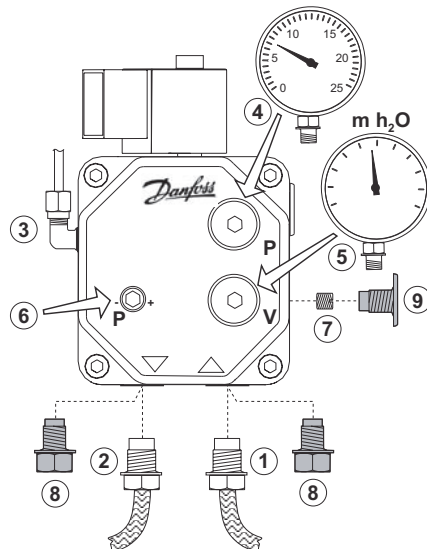

Рис. 4b - насосом Danfoss
**с насосом DANFOSS** (см. рис. 4b) - раскрутите крышку (поз. 9), снимите винт перепускного клапана (поз. 7) и снова закройте крышкой (поз.9). Подсоедините только гибкий шланг на всасе (прямой линии) к фитингу на входе (поз.1). Раскрутите крышку (поз. 8) с фитинга на линии возврата (поз. 2) и закройте соответствующей крышкой этот же фитинг на насосе.